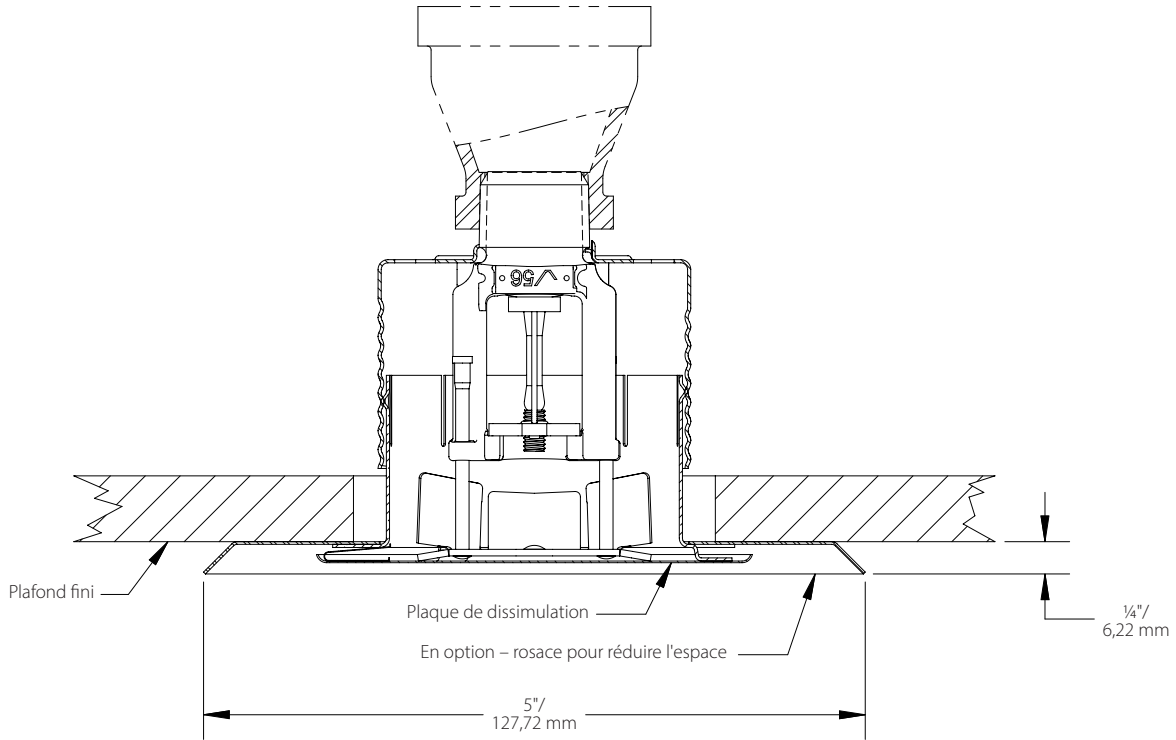

Figure 2c : V5648
- Pour l'installation, placer la rosace sur l'ensemble de la plaque de dissimulation finie, orientée de façon à ce que la surface plane de la rosace soit alignée avec le plafond fini. Voir figure 2c.
⁷ Le sprinkleur non apparent peut être réduit à 5,0 ft (1,5 m) à l'aide d'une rosace Cold Solder en option à la figure 2c